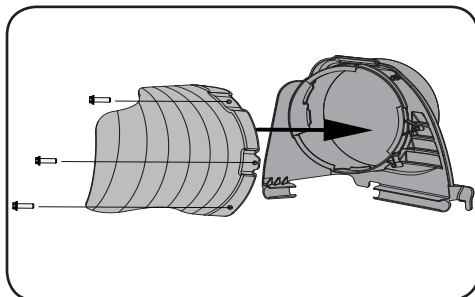

Figura 4-9
Conecte el soporte del canal superior al deflector del canal mediante los tres (3) tornillos suministrados en el paquete de hardware 689-02299. Consulte la Figura 4-9.